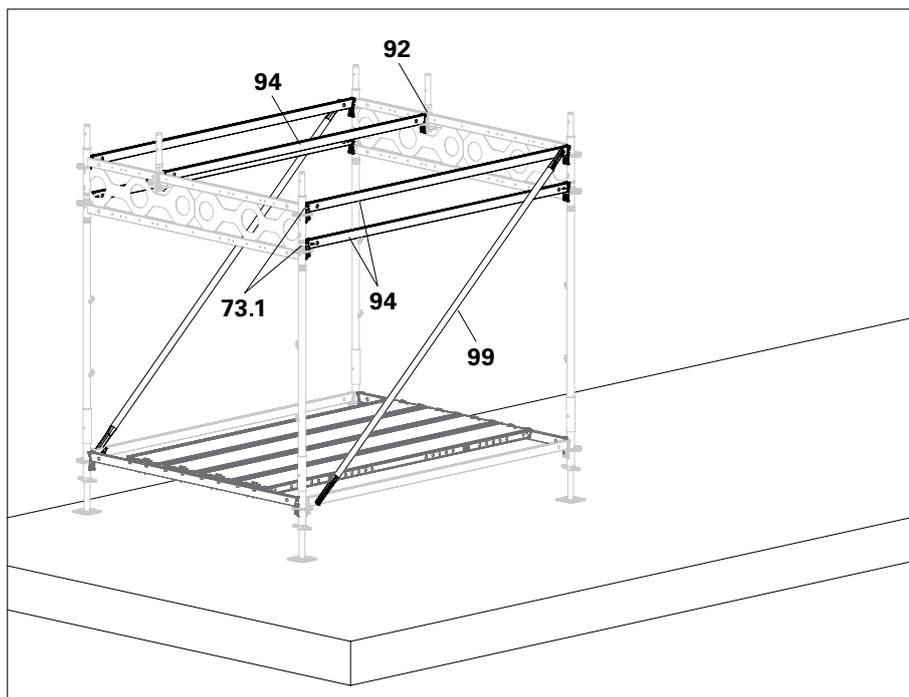

Abb. D5.05
4. Rahmenzüge mit Horizontalriegeln UH Plus (94) an der Gerüstinnen- und -außenseite verbinden:
- An vormontierten Riegelaufnahmen UHA-2 Halb mit Zapfen (92).
5. Auf Innen- und Außenseite des Durchgangsrahmens Riegeldiagonale UBL (99) einbauen. Erst Nase oben, dann Kippfinger unten einführen. (Abb. D5.05)